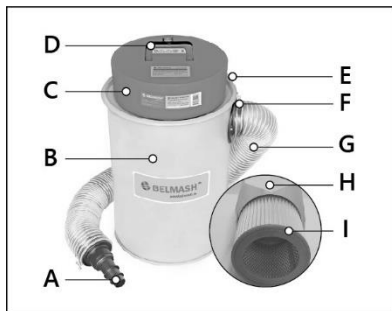

Рисунок 2.
Ослабьте фиксатор **Е** (рис. 2) и снимите корпус электродвигателя **С**. Установите фильтр-картридж **И** в фильтр-мешок **Н** и протолкните внутрь.
С помощью хомута **Г** (рис. 2) закрепите шланг подключения **А** к выходному отверстию.
- ослабьте фиксатор **Е** (рис. 2) и снимите корпус электродвигателя;